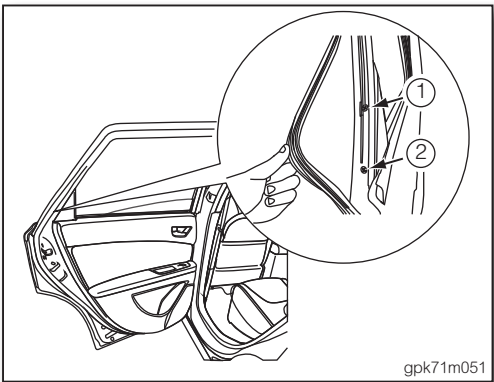

图 4
7. 拉开车门外侧玻璃导槽的胶条，并拆下玻璃导槽上侧的固定螺丝①、②(如图 4)。